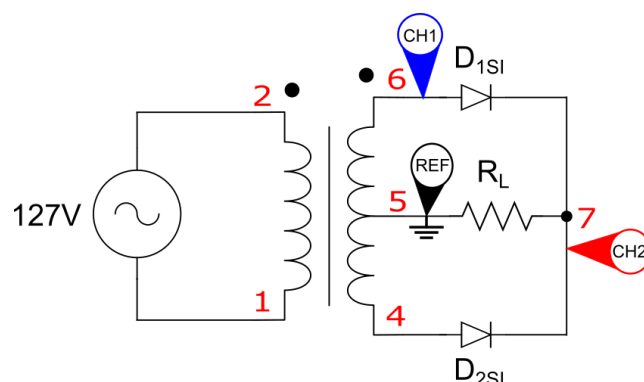

Figura 4: Circuito 1 - retificador de onda completa: medida da tensão da carga.
- 4.7. Mude o canal 2 do osciloscópio como mostrado na Figura 4. Meça V_{75} , reporte na Tabela 4 e faça o print da tela.